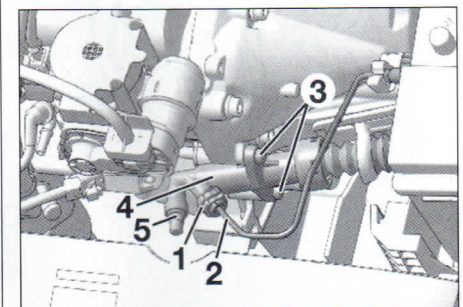

FIG. 6
- la grapa (1) (fig. 6).
- el tubo (2).
- Desmontar el tapón del tornillo de purga (5) del receptor hidráulico en la caja de velocidades (fig. 6).
- Abrir el tornillo de purga (5) hasta que no haya presión en el circuito.
- Cerrar el tornillo de purga (5).